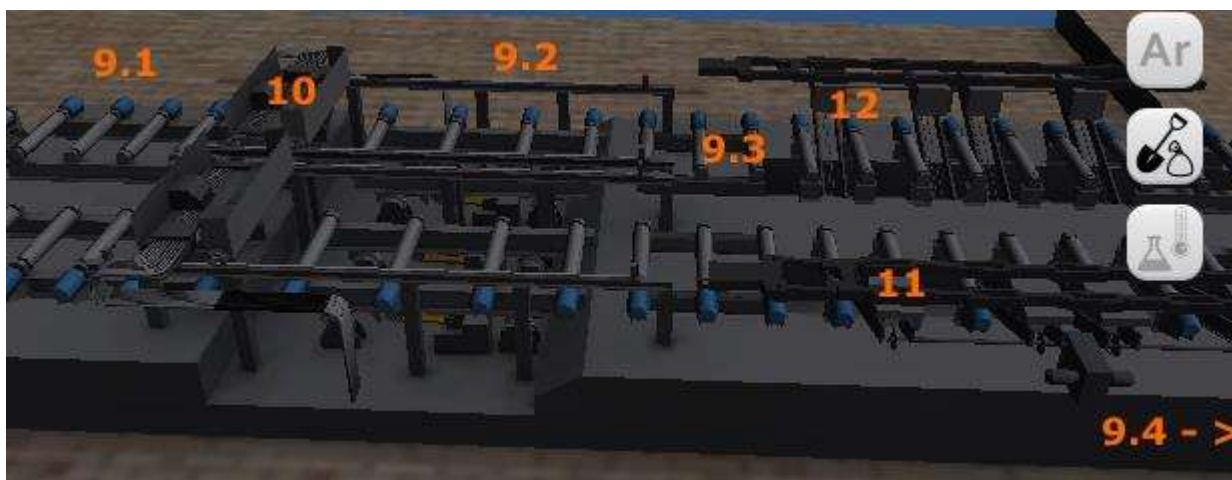

Рисунок 3 -Устройство МНЛЗ: МГР и рольганги
**9. Рольганги (Рисунок3):** · рольганг отделения затравки; · рольганг МГР; · рольганг отводящий; · рольганг выдачи.